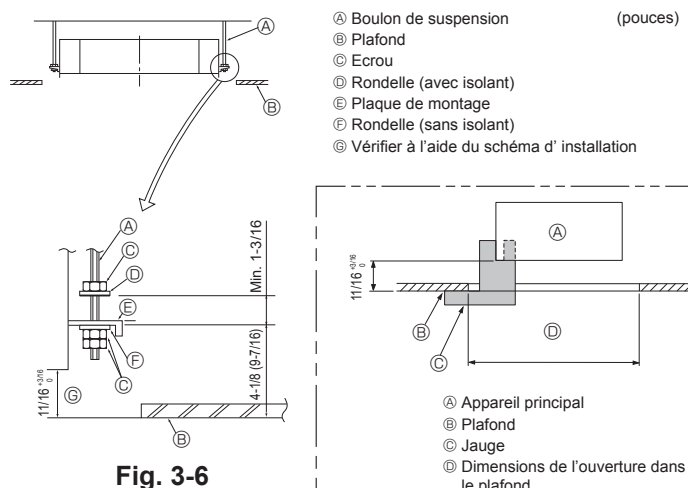

Fig. 3-6
3.6. Méthodes de suspension de l'appareil (Fig. 3-6)